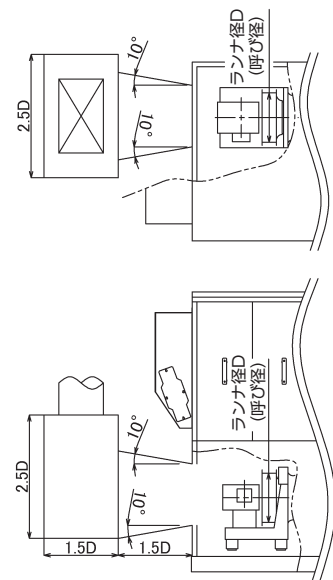

図6-1 ランナ呼び径とダクト形状
- ・ファン吐出口に接続するダクト位置は、ランナ径（呼び径）の1.5倍以上の距離を確保してください。（図6-1参照）吐出ダクト・プレナムチャンバは空気の流が偏らないように施工してください。ダクトの取り出しが偏芯していると、偏流が生じやすいため、必要に応じて整流板などをご施工願います。